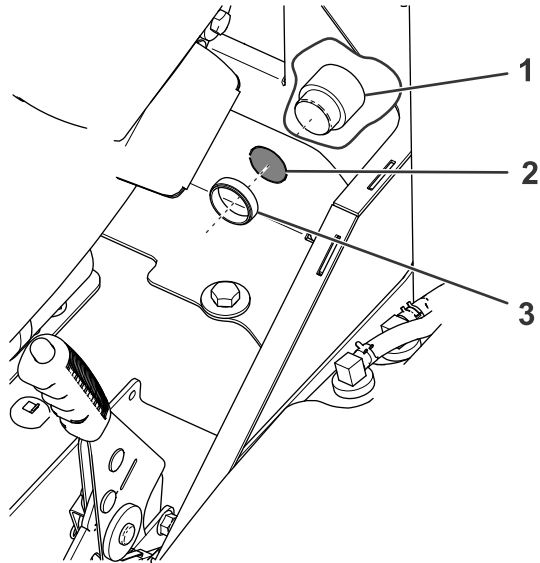

Figure 4
1. Retirez le cache amovible du panneau derrière le frein de stationnement (Figure 4).
2. Retirez l'écrou en plastique de l'alarme et utilisez-le pour fixer l'alarme dans l'ouverture laissée par le cache amovible (Figure 4).